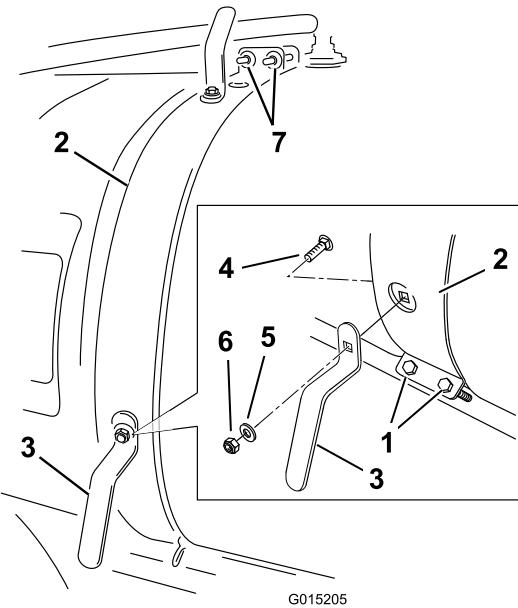

図 3
- タンクの前ベルト（右側部分）をゆるめる（図 3）。
2. 下側ホース・フックを、図 3 に示すように取り付ける；キヤリッジ・ボルト (5/16 x 3/4 インチ)、ワッシャ (3/8 インチ)、ロックナット (5/16 インチ) を使用する。
3. 上側ホース・フックを、図 3 に示すように取り付ける；キヤリッジ・ボルト (5/16 x 3/4 インチ)、ワッシャ (3/8 インチ)、ロックナット (5/16 インチ) を使用する。